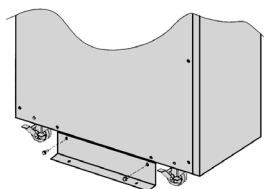

Fig. 12.
- Retire os parafusos de união da peça à paleta e com o equipamento (consulte a Fig. 12 e 13).